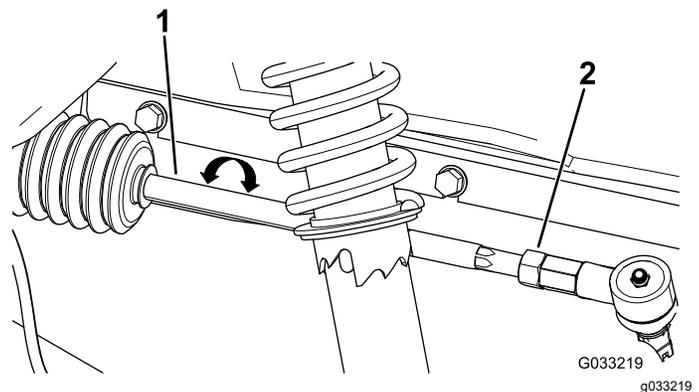

Рисунок 49
3. Если измеренное значение выходит за пределы 0–6 мм, ослабьте контргайки с обоих концов тяг (Рисунок 49).